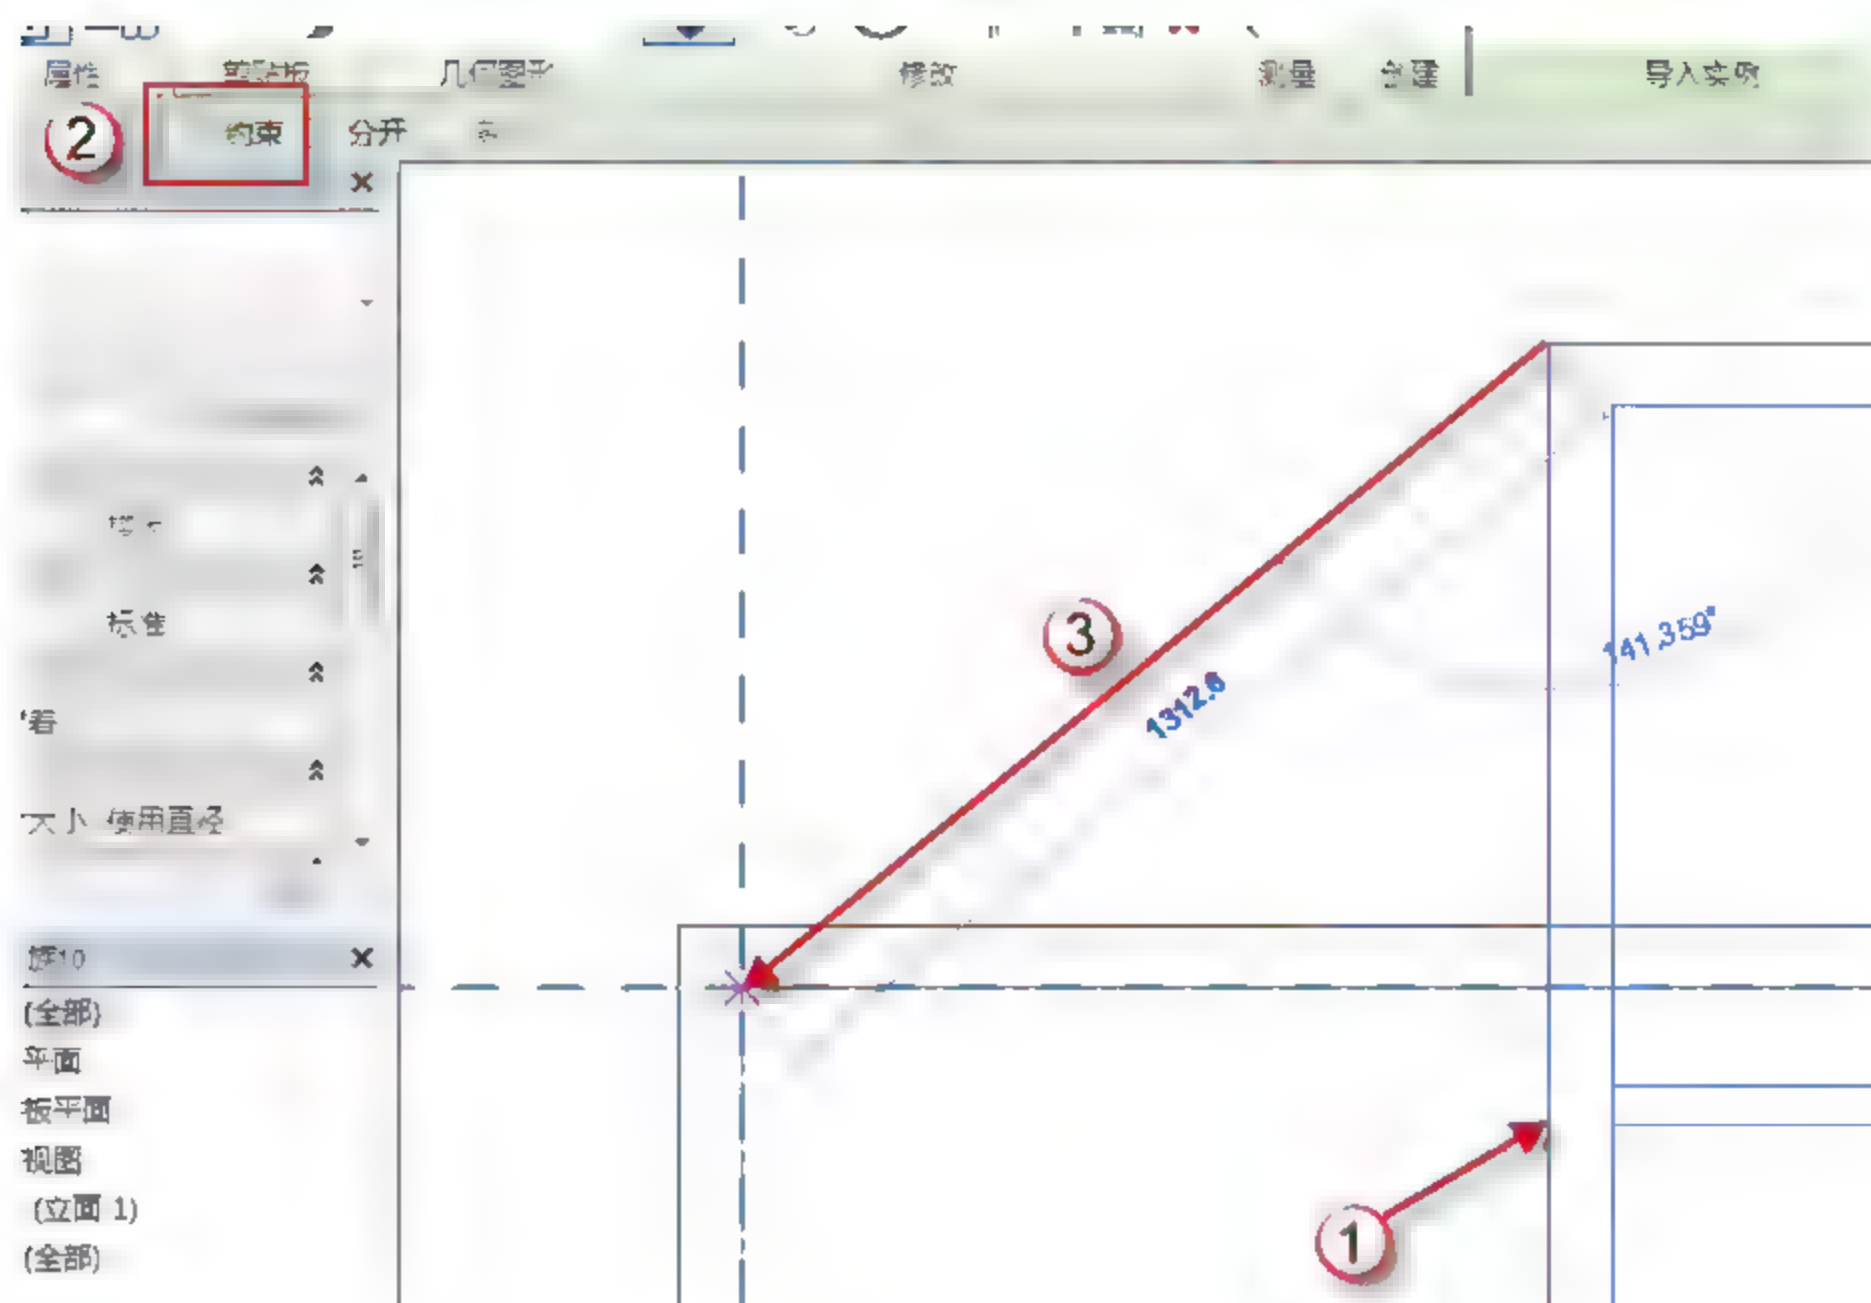

图 12.1.34 移动 CAD 底图
(9) 移动 CAD 底图。选择已经插入的 CAD 底图，按快捷键 **M+V**，取消选项栏中“约束”复选框的选择，移动 CAD 底图，如图 12.1.34 所示。